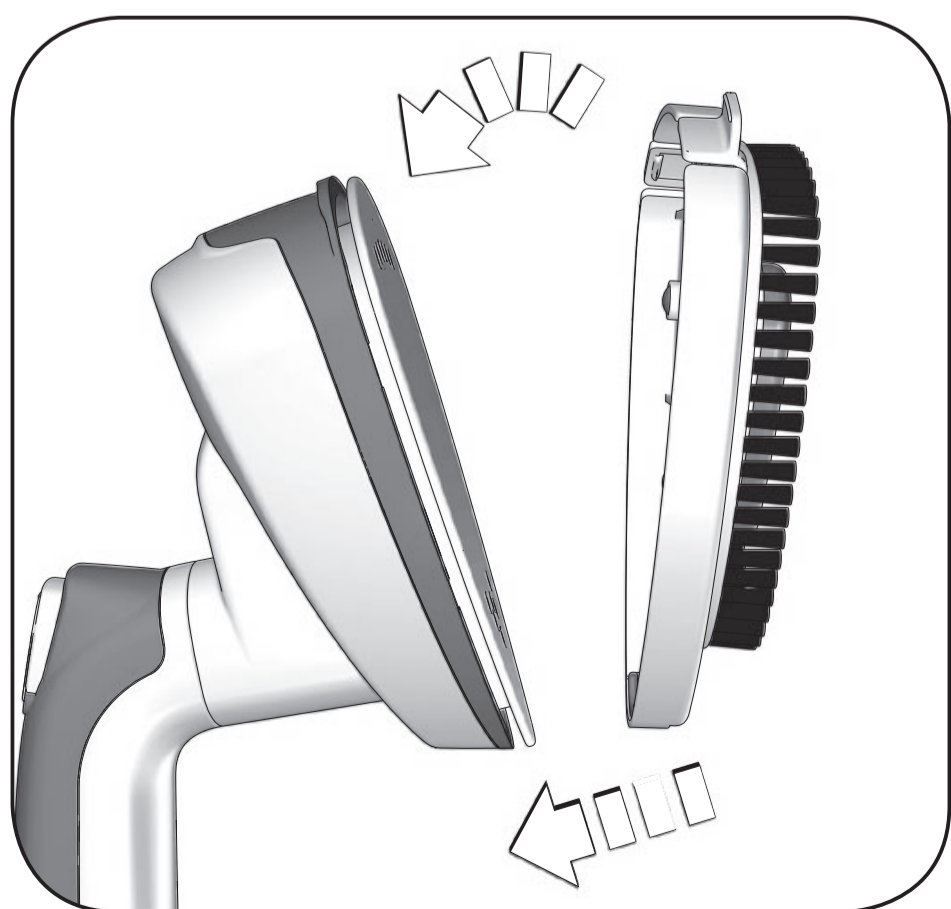
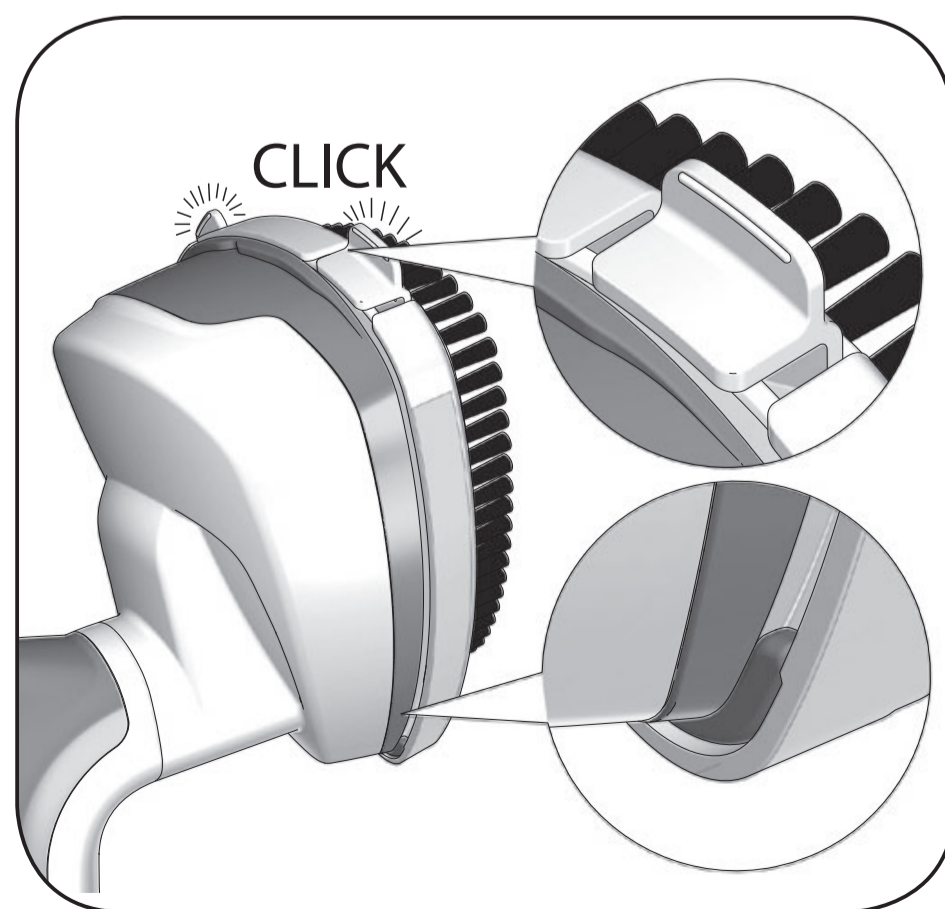

Fig. 14
Fig. 15
1. Monter la brosse. Insérer le bout de la broche en premier (Fig. 14). Lorsque l'engagement est correct, un "clic" se produit (Fig. 15).
2. Positionner le vêtement sur un cintre. Tirer sur le vêtement avec la main libre. Poser l'appareil sur les plis du vêtement. Appuyer sur le bouton vapeur (F) puis le relâcher. Déplacer l'appareil de droite à gauche. Déplacez l'appareil du haut vers le bas en brossant. Appuyer plusieurs fois de suite sur le bouton vapeur (F).